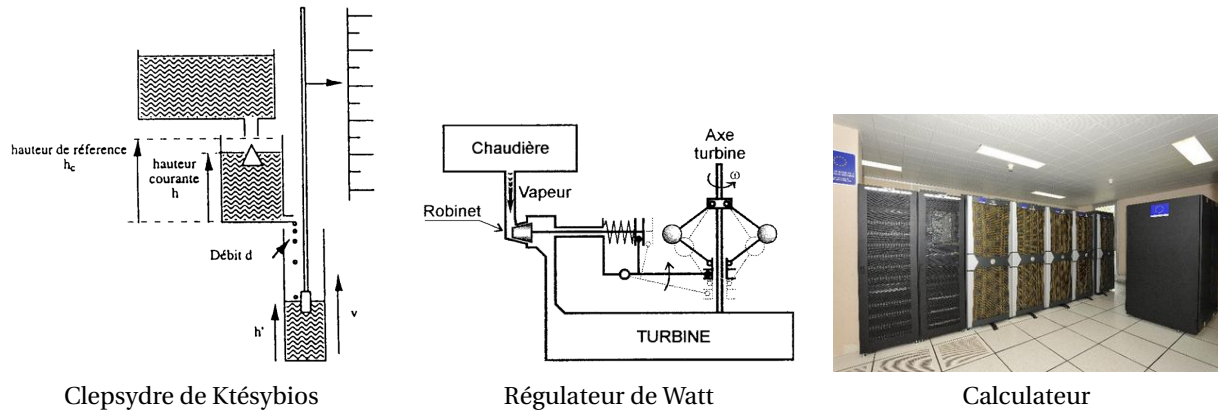

FIGURE 1 – Historique de l'automatique
- La première problématique concernant la création d'un système automatisé date de l'antiquité et l'invention de **Ktésybios** (environ 250 av JC) est un système d'horloge à eau (**Clepsydre**) à trois niveaux de vases communiquant. Il a été imaginé dans le but de garantir une précision optimale sur la mesure du temps. La figure 1(a) illustre le principe de fonctionnement de cette horloge. Le deuxième niveau comporte un "trop plein" permettant de garantir un niveau constant et donc un débit constant d'écoulement vers le troisième niveau qui est gradué pour donner l'information du temps écoulé.
- **Le régulateur à boules de Watt** (XVIII^{ème} siècle figure 1(b)) a été conçu lors de l'avènement des machines à vapeur dans le but d'en limiter la vitesse de rotation avec un système de régulation de vitesse utilisant les effets
- Au cours du $XX^{\text{ème}}$ siècle l'utilisation de plus en plus importantes **de calculateurs** et de **l'informatique** (figure 1(c)) permet d'accroître et de faciliter la conception des systèmes automatisés de plus en plus performants.